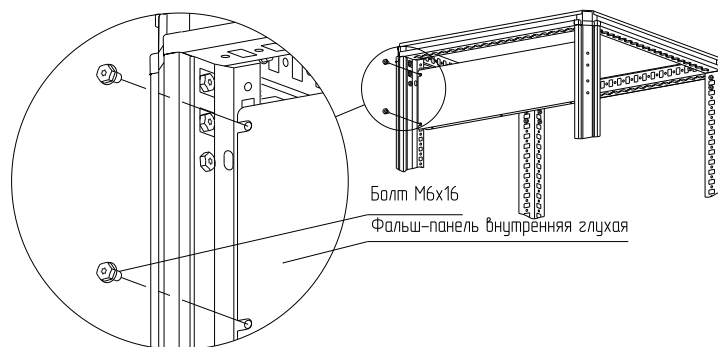

Рисунок 20
– вариант 1. Болтами М6×16 (рисунок 20). Момент затяжки – 7 Н·м. Болты приобретаются отдельно;